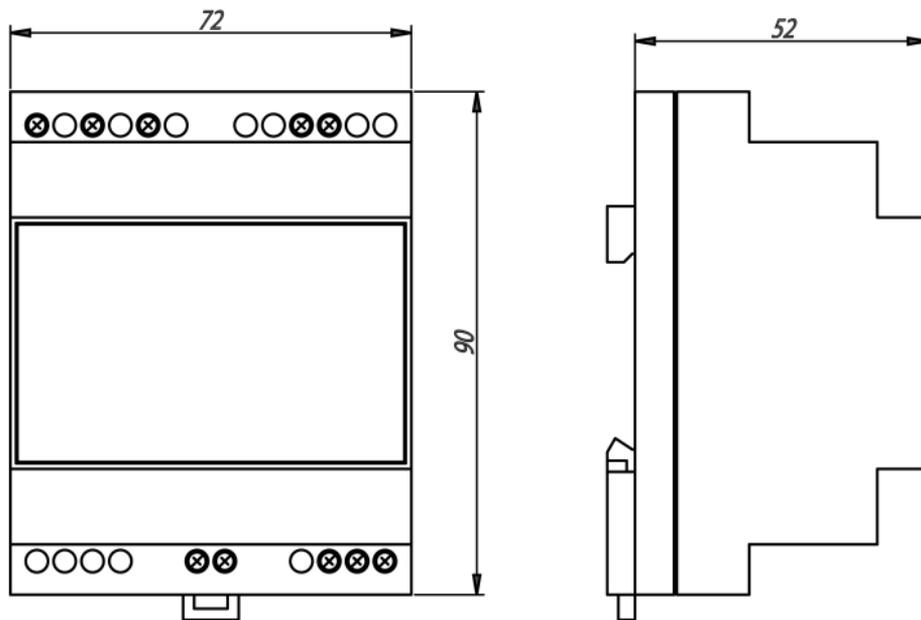

Рисунок 4.2 – Габаритный чертеж прибора
1. Подготовить место на DIN-рейке для установки прибора (см. рисунок 4.2).